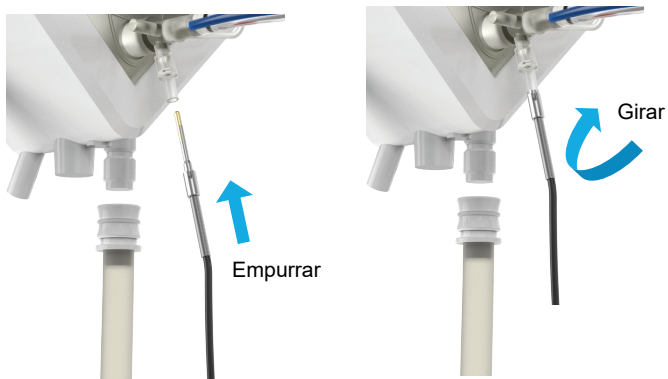

Figura 15 Conexão do sensor de temperatura ao oxigenador
- Conecte o sensor vermelho HA T1 à saída do oxigenador HA e o sensor vermelho PV T1 à saída do oxigenador PV (Figura 15).